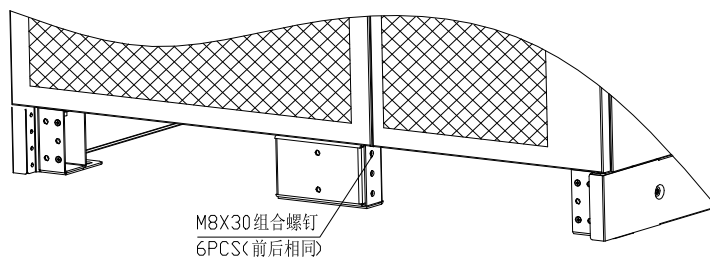

图 8-7 地震加强组件安装示意图
7. 12 模块系统按照下图 8-7 安装中部地震加强组件，使用 M8X30 组合螺钉共 12PCS，前后各 6PCS。7 模块系统此步骤不用处理。